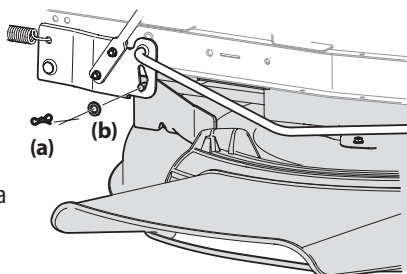

Figura 16
3. Extraiga el pasador de chaveta (a) con unión curva y la arandela plana (b) del conjunto de elevación de la plataforma y guárdelo para volver a colocarlo posteriormente. Consulte la Figura 16.